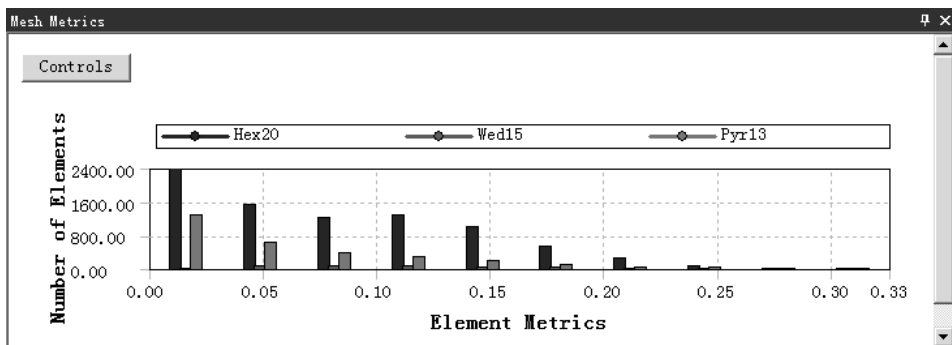

图 5.4.15 检查结果统计图表 (四)
- ◆ Warping Factor (翘曲因子)。Warping Factor 用于评估或计算四边形壳单元、带有四边形面的块单元(楔形单元及金子塔单元)等, 高扭曲系数表明单元控制方程不能较好地控制单元, 需重新划分。选择此选项后, 在信息栏中打开图 5.4.15 所示的检查结果统计图表 (四)。